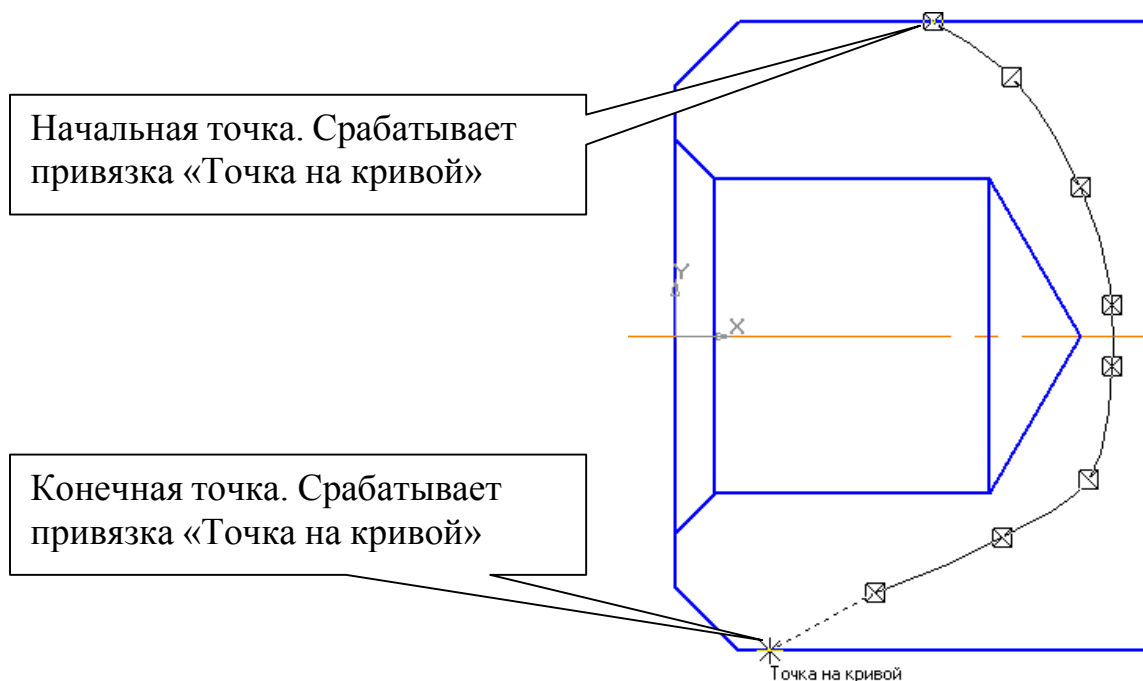

Рис. 12
7. Для выполнения волнистой линии, определяющей местный разрез, выполните команду **Кривая Безье** на панели **Геометрия**, установите в **Глобальных привязках** привязку «Точка на кривой», выберите стиль кривой «Для линии обрыва» и постройте волнистую линию, ограничивающую местный разрез, рис. 12. Нажмите **Создать объект**. Выполните штриховку командой **Штриховка** на панели **Геометрия**.